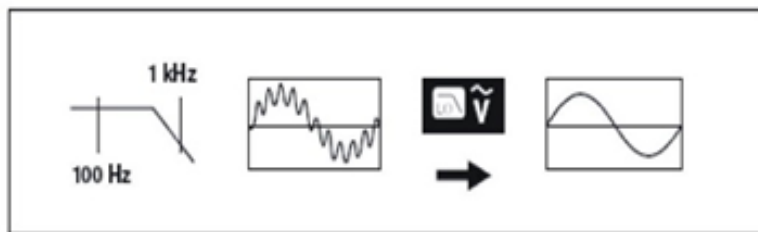

Рис.7.
5. Нажмите кнопку SELECT, чтобы выбрать функцию фильтра нижних частот LPF. Этот фильтр будет измерять и улавливать напряжение частотой 1 кГц или более, как показано на Рис.7. Фильтр нижних частот может измерять комбинированный синусоидальный сигнал, генерируемый инвертором и двигателем переменной частоты.